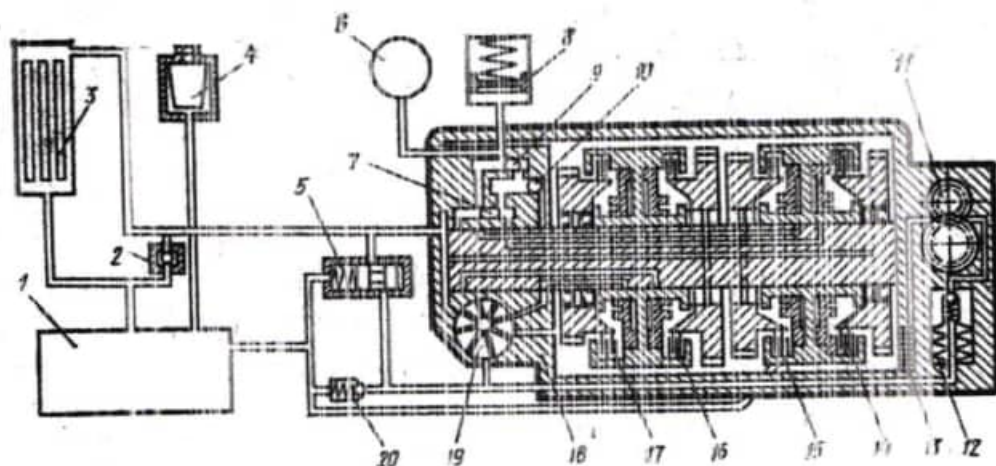

Рис.12.3
2. Укажете позиции рис. 12.3. Объясните работу.